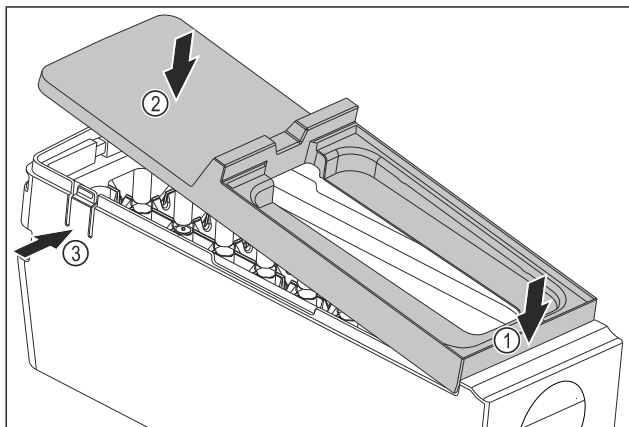

Fig. 107
- Afdekking van de EasyTwist-Ice-corpus monteren: Afdekking voor bevestigen. Fig. 107 (1)
- Afdekking achter neerlaten. Fig. 107 (2)
- Afdekking klikt hoorbaar in beide strips Fig. 107 (3) vast.